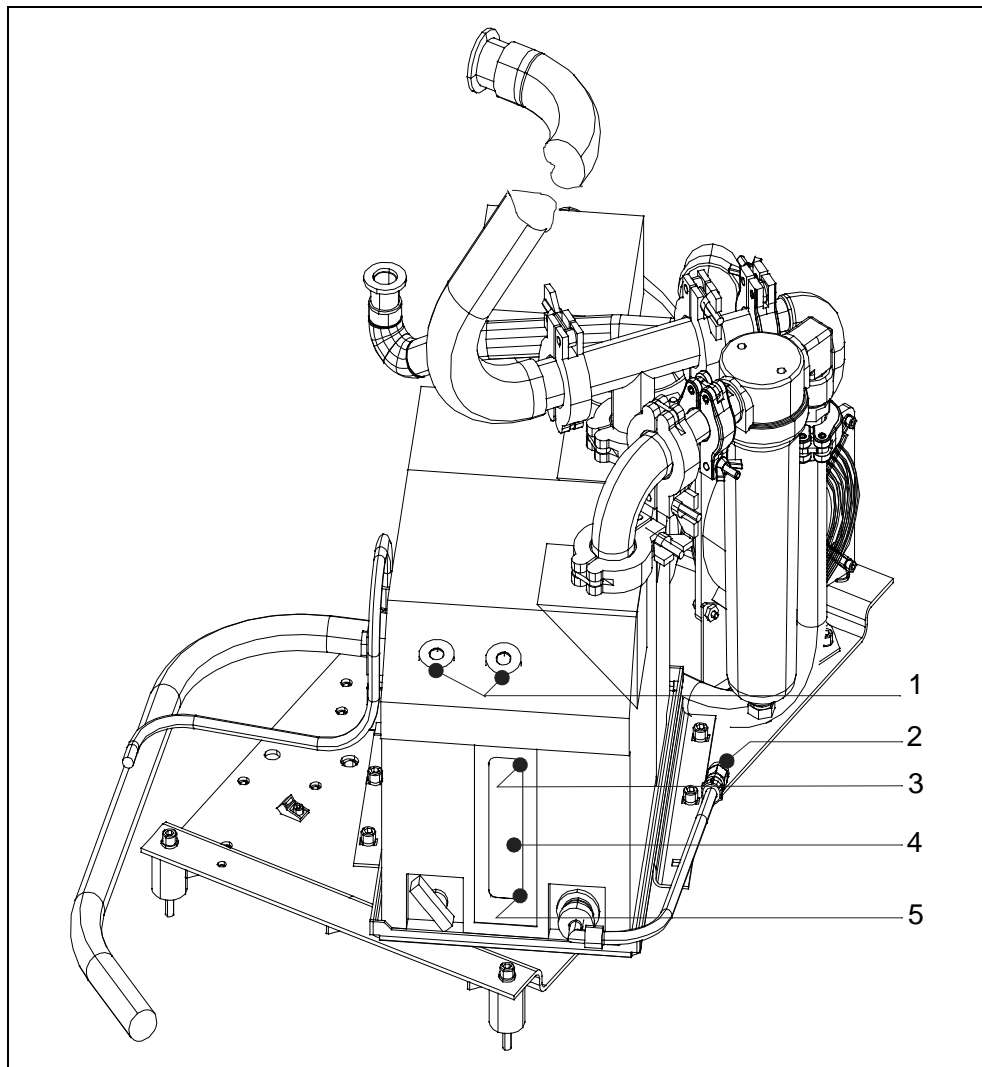

Abb. 9-6 Ölwechsel D16 B
Siehe hierzu Abb. 9-6/3-5.
- Ölablaßschraube am Schlauchende Abb. 9-6/2 mit einem 5 mm Innensechskantschlüssel herausdrehen. Benutzen Sie den 13 mm Maulschlüssel zum Gegenhalten der Verschraubung.
- Öleinfüllschraube Abb. 9-6/1 aus der Öleinfüllbohrung herausdrehen und frisches Öl bis auf max. Stand auffüllen. Die max. Öleinfüllmenge beträgt 0,8 l.